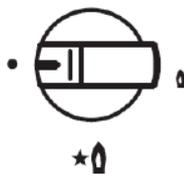

Abb. 8
- Para encender la placa calefactora, pulse la perilla de control correspondiente y gírela en sentido contrario a las agujas del reloj hasta el símbolo de llama grande (Fig. 8).